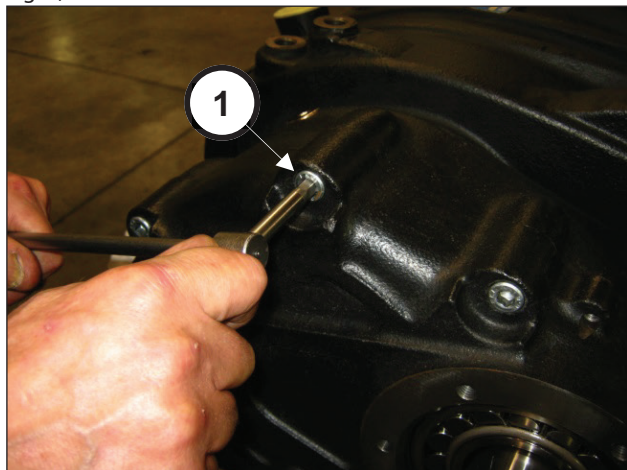

Fig. 5
Dévisser les vis de fixation du couvercle du réducteur (rep. ①, Fig. 5).